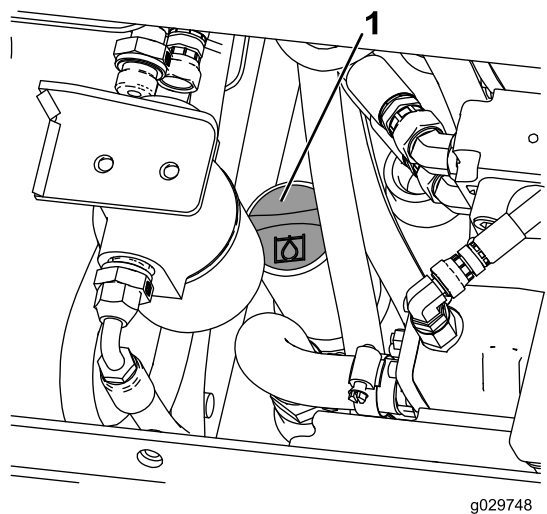

Figura 62
7. Limpie la zona alrededor del cuello de llenado del depósito de aceite hidráulico (Figura 62).